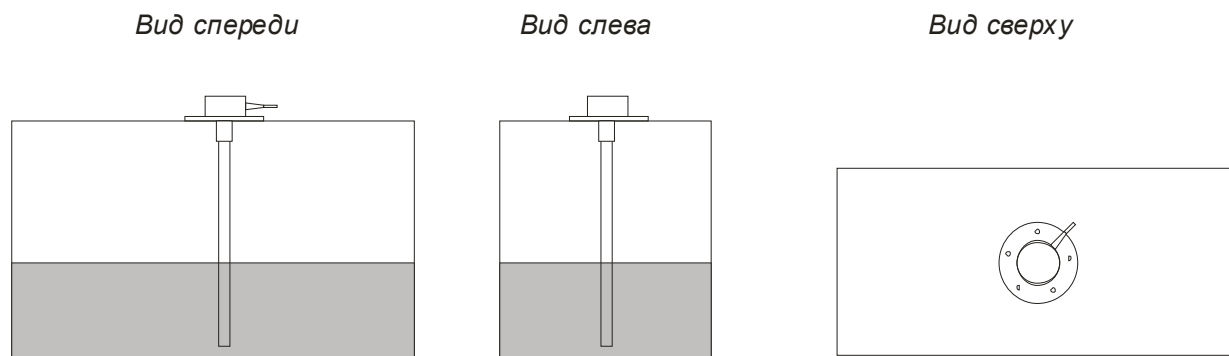

Рис.6
2) В случаях, когда невозможно обеспечить установку датчика по центру топливного бака, место установки необходимо максимально приблизить к указанным на (Рис.6; 7; 8).